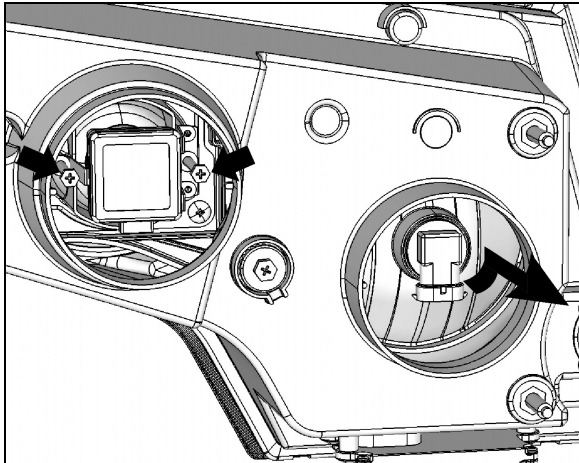

FIGURE 75 : VUE ARRIÈRE DU MODULE D'ÉCLAIRAGE AVANT
5. HALOGENE : tourner la base de l'ampoule dans le sens antihoraire. XENON : dévisser les vis cruciformes indiquées par les flèches, tirer le dispositif de retenue et retirer l'ampoule (FIGURE 75).